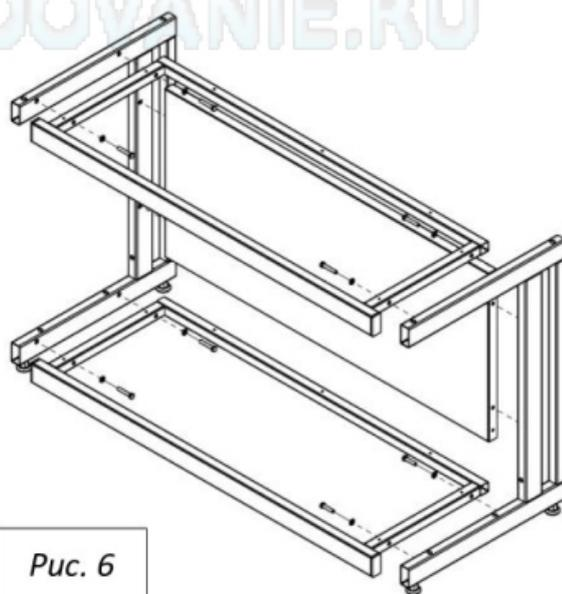

Рис. 6
7. Если предполагается установка высоких тумб, установите раму для высоких тумб, используя болты М8х45, шайбы 8 и предусмотренные в боковинах заклёпки-гайки М8 (Рис. 6)